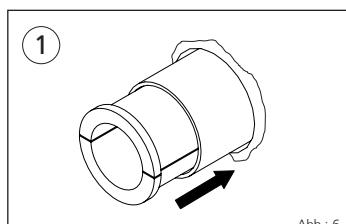

Abb.: 6
ESH-Stützrohr (Metallhülse) in die ausgestemmte Öffnung mit Blitzzementmörtel PCI-Polyfix einmörteln (siehe Abb.: 6).
*Zum Zentrieren des ESH Stützrohres (Metallhülse) in der Öffnung, werden die beiden Halbschalen der Zentrierhülse bis zum aushärten des Blitzzements im Futterrohr belassen (siehe Abb.: 6).*